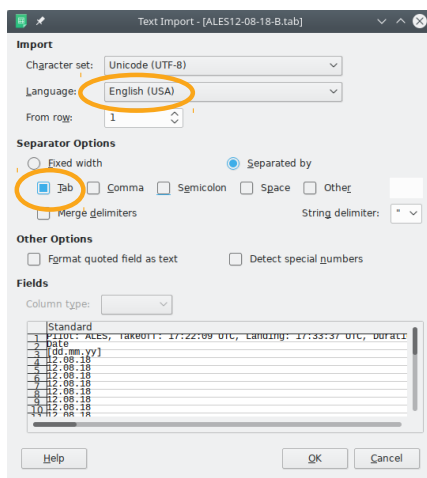

FIGURE 2.59 – Exemple de fenêtre d'importation de texte Calc.
5. Calc détecte qu'un fichier texte est en cours d'importation et ouvre une fenêtre comme le montre la figure 2.59. Veuillez vous assurer que l'option *Tab* est sélectionnée comme séparateur et *English (USA)* comme langue. Cela permet de s'assurer que les valeurs décimales sont correctement importées.